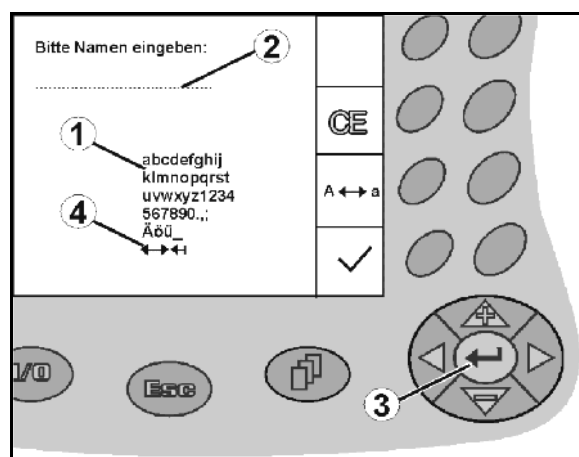

Bild 12
När text och siffror ska matas in i AMATRON⁺ visas inmatningsmenyn (Bild 12).
I displayens nedre del visas ett urvalsfält (Bild 12/1) med bokstäver, siffror och pilar som kan överföras till inmatningsraden (Bild 12/2) (text eller siffror).
Välj bokstäver och/eller siffror i urvalsraden (Bild 12/3).
-  Bekräfta valet (Bild 12/3).
Med pilarna  i urvalsfältet (Bild 12/4) kan markören flyttas på inmatningsraden.
Pilen  i urvalsfältet (Bild 12/4) raderar den senaste inmatningen.